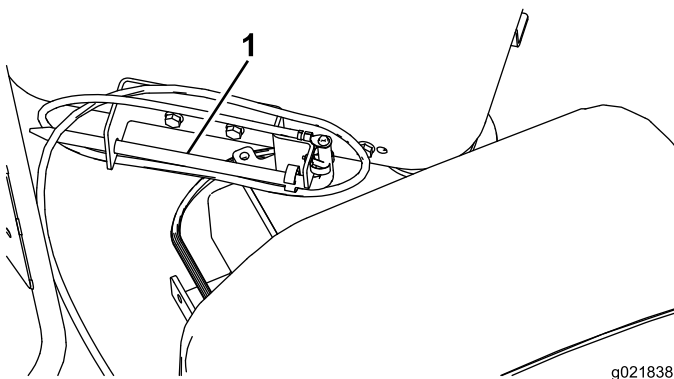

Figura 43
1. Retire a haste de aterramento de seu suporte na lateral da plataforma do operador (Figura 43).
2. Avance o sistema de translação à posição inferior na lança e aplique lubrificante de rosca do mandril. Em seguida, recue novamente o sistema de translação à extremidade superior da lança (Figura 43).